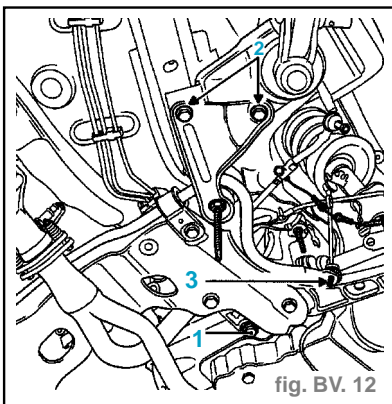

fig. BV. 12
- Desserrer au maximum la vis (1) de biellette de reprise de couple, les vis (2) de renfort acoustique les écrous (3) de rotules de barre de torsion. (fig. BV. 12)